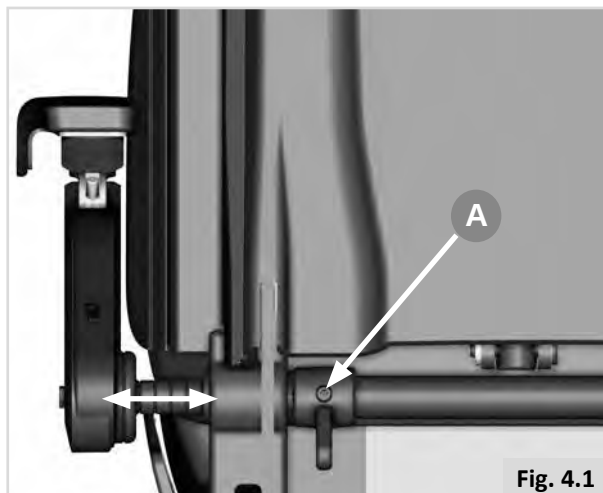

Fig. 4.1
- Draai de twee schroeven op de geleidestang los (5 mm inbussleutel) zoals wordt weergegeven in (Fig. 4.1 - A).